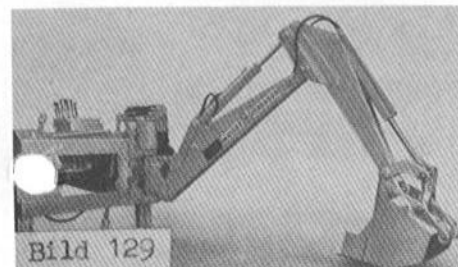

Bild 129
3. Bagger am Querrahmen seitlich nach links bis zum Anschlag verschieben. Baggerlöffel so auf den Boden absetzen, daß Ausleger und Löffelstiel, wie im Bild 129 gezeigt, etwa einen Winkel von 90° bilden.